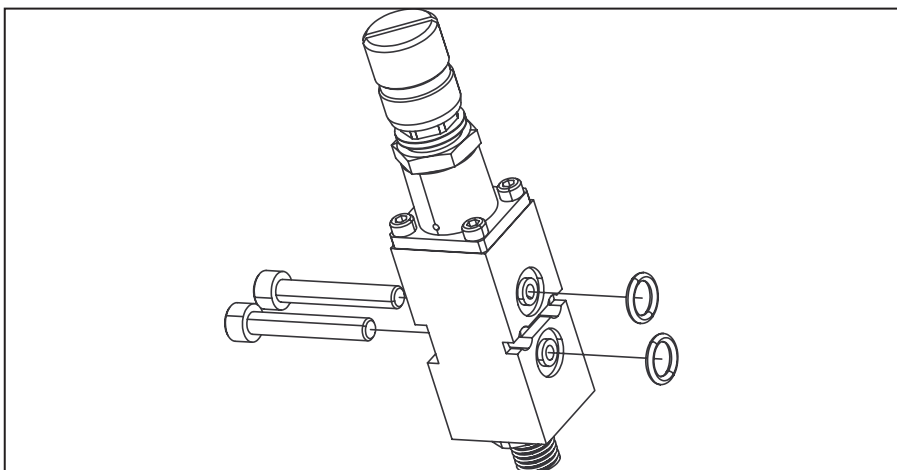

Bild 4: O-Ringe einsetzen
6. Mitgelieferte O-Ringe auf Vollständigkeit und korrekten Sitz prüfen (siehe Bild 4).